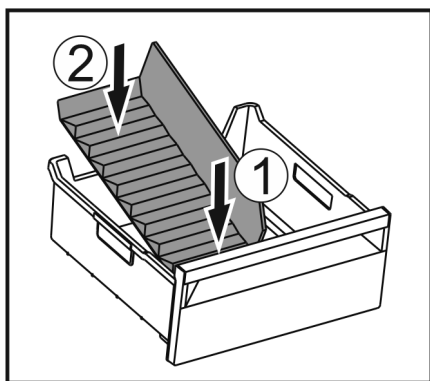

Fig. 219
- Installer la partie avant du séparateur de congélateur. Fig. 219 (1)
- Abaisser la partie arrière du séparateur de congélateur jusqu'au fond du tiroir. Fig. 219 (2)